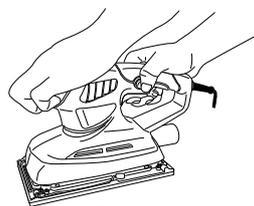

Fig. 16
- > Tenez le produit avec une main sur la poignée (5), et l'autre main sur la surface de prise (1) (Fig. 16).